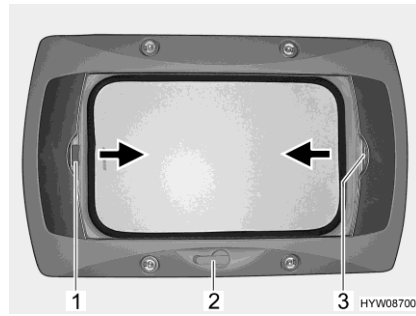

Fig. 72 Claraboya de manivela
- Girar la manivela (Fig. 72,2) hasta que se note resistencia.
- Tirar del tirador (Fig. 72,3) del estor plegable en dirección de la flecha y soltarlo en la posición deseada. El estor plegable se queda fijo en esta posición.
- Tirar del asidero (Fig. 72,1) de la mosquitera enrollable en la dirección de la flecha hacia el asidero opuesto del estor plegable (Fig. 72,3) y hacerlo engatillar.
- Presionar el tirador de la mosquitera enrollable (Fig. 72,1) por la parte de atrás hacia arriba y desengancharla del estor plegable (Fig. 72,3).